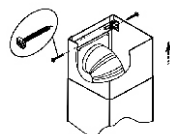

рис. 8
6.4 Установите фальштрубы (рис. 7). Выдвиньте верхнюю фальштрубу, навесьте ее на кронштейн (рис.8) и закрепите винтами 3,5x11 мм.